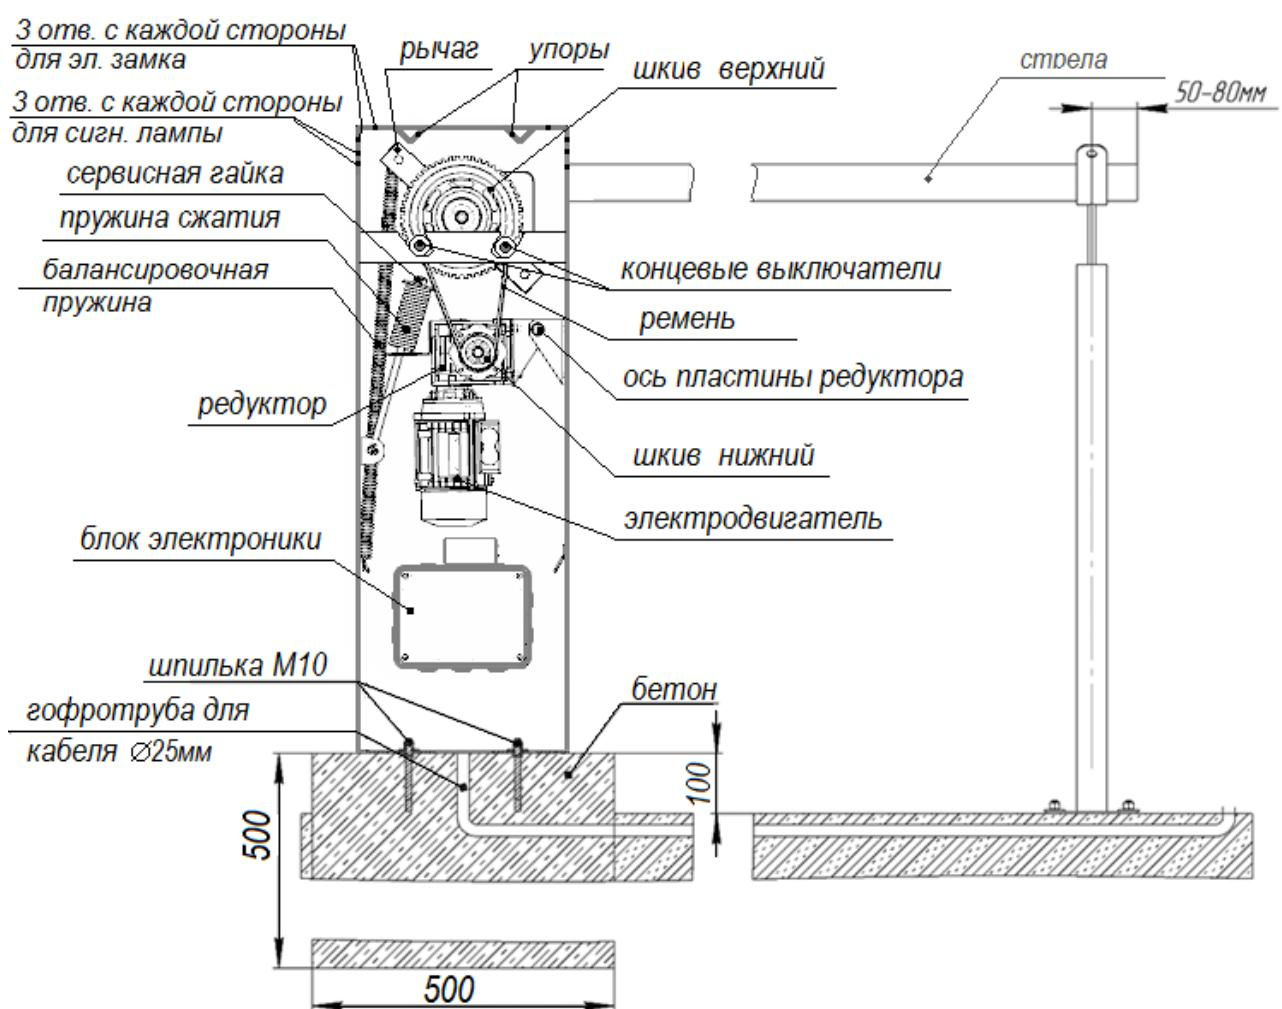

Рисунок 1
Шлагбаум следует установить на фундамент размером 500x500x500 из бетона марки не ниже М400. При заливке необходимо использовать монтажный комплект: монтажную раму и анкеры, при этом каждый анкер должен выступать над поверхностью фундамента своей резьбовой частью на высоту не менее 40 мм. Сам фундамент должен выступать над уровнем проезжей части не менее 100мм (см. Рисунок 1, 2)
На производстве шлагбаумы собираются в правостороннем исполнении (если смотреть со стороны крышки тумбы, стрела с права см. Рисунок 1, 2).
* Переставить балансировочную пружину с левого крепления на рычаге и зацепе на правое крепление (см. Рисунок 1).
Концевые выключатели настраиваются таким образом, чтобы при срабатывании выключателя рычаг останавливался на расстоянии 1-2 мм от упоров, расположенных на верхней поверхности корпуса шлагбаума, не касаясь их (см. Рисунок 1).
Сигнальная лампа подключается к разъему X3. Напряжение ~220В. Активируется при движении стрелы шлагбаума. Лампа крепиться с боку корпуса шлагбаума (см. Рисунок 1)